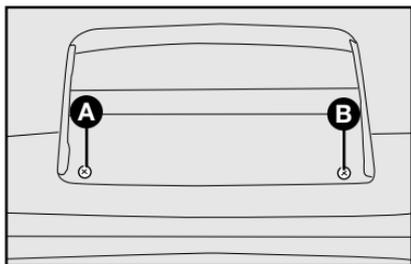

fig. 28
- 1) con la tapa de baúl abierta, retirar los tornillos **A-fig. 28** y desmontar el conjunto de la 3ª. luz de freno;